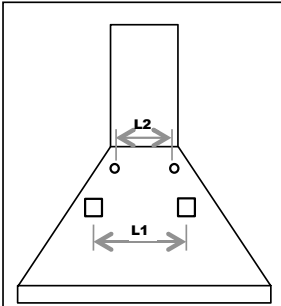

Fig. 5
**WICHTIGER HINWEIS:** Die Befestigungssysteme a) und b) werden auf der Rückseite der Haube in den Bohrungen L1 positioniert (Abb. 5).